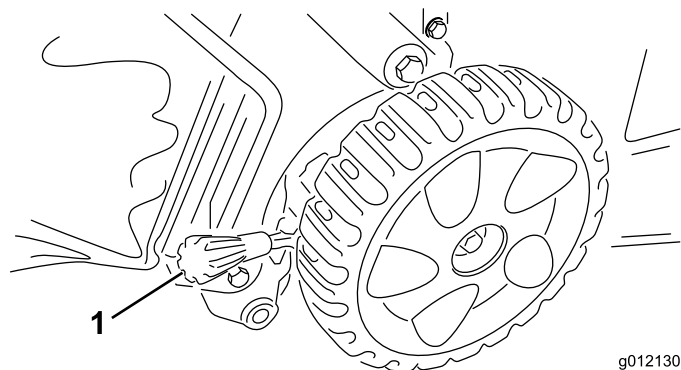

Figura 9
**Nota:** Per alzare il tosaerba, spostate in avanti la leva dell'altezza di taglio; per abbassare il tosaerba, spostate indietro la leva dell'altezza di taglio (Figura 9).